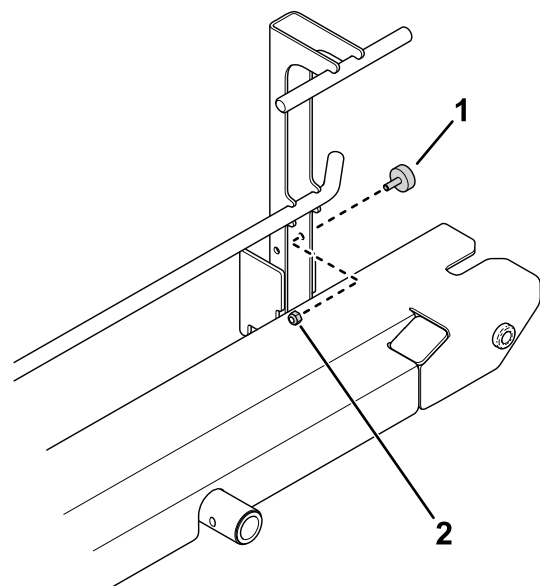

**Figura 10**
2. Utilizai 10 uruburi (5/16 x 3/4") i 10 piulie cu autoblocare (5/16") pentru a fixa placa de ghidare pe ansamblul platformei de încărcare (Figura 10).